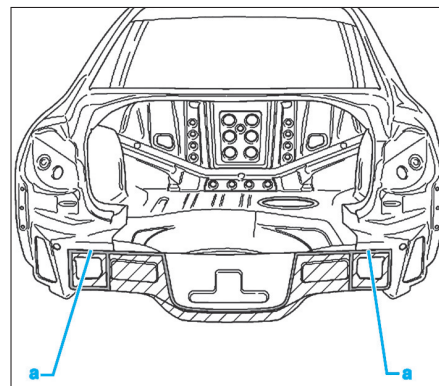

FIG. 55
- Percer les deux épaisseurs de tôle au niveau du logement de feu arrière (a) (Fig.55).